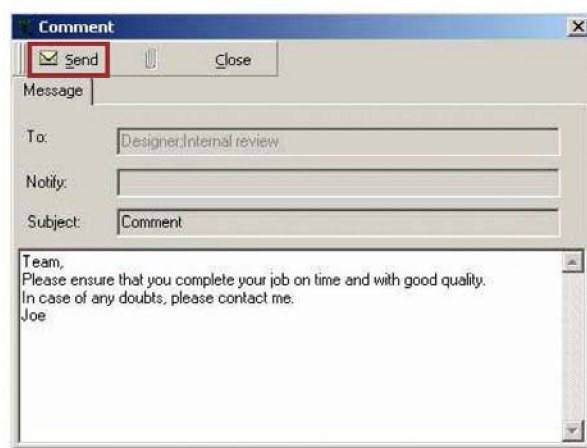

Рис.47. Кнопка «Send» («Отправить»)
- Щелкните «Send» («Отправить») (рис. 47).